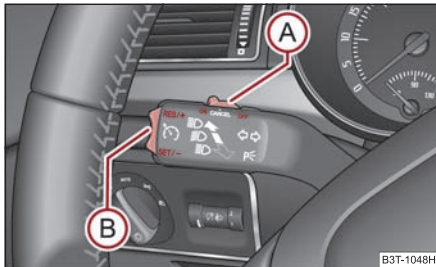

Abb. 145 Bedienungshebel: Wippe und Schalter der Geschwindigkeits-Regelanlage
- Drücken Sie den Schalter **A** ⇒ Abb. 145 in die Stellung **ON**.
- Die gespeicherte Geschwindigkeit können Sie ohne Betätigung des Gaspedals durch Drücken der Wippe **B** ⇒ Abb. 145 in die Position **RES** erhöhen.
Die **Wiederaufnahme** der gespeicherten Geschwindigkeit erfolgt nach Loslassen des Brems- oder Kupplungspedals, bei Fahrzeugen mit automatischem Getriebe nur nach Loslassen des Bremspedals, und nach kurzem Drücken der Wippe **(B)** ⇒ Seite 131, Abb. 145 in die Position **RES**.
- Drücken Sie den Schalter **(A)** ⇒ Seite 131, Abb. 145 nach rechts in die Stellung **OFF**. ■